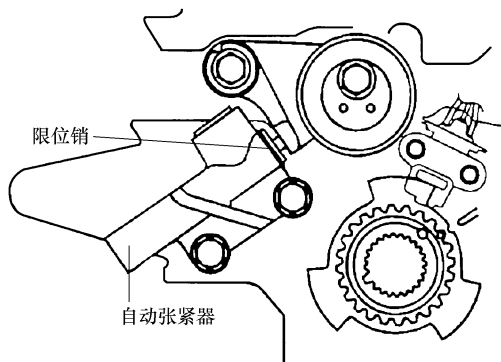
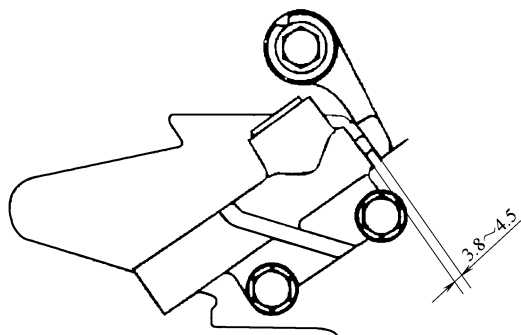

图 31-81 安装正时带自动张紧器
图 31-82 压入推杆并使推杆上的孔与正时带张紧器壳体孔对齐
5) 如图 31-81 所示，把正时带自动张紧器安装到机油泵壳体上。如果张紧器推杆完全伸出，则要把推杆压入并插入限位销固定，并对齐两个孔，如图 31-82 所示。